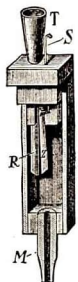

Abb. 206
a) Bei der **Zungenpfeife** (Abb. 206) wird die Luft zunächst in eine **Windlade** geblasen. Dadurch wird eine **Zunge**, die das einmündende Pfeifenrohr  $R$  abschließt, in **Schwingung** versetzt und hierdurch schließlich auch die Luft im Rohr zum Mitschwingen (= Tönen) veranlaßt.